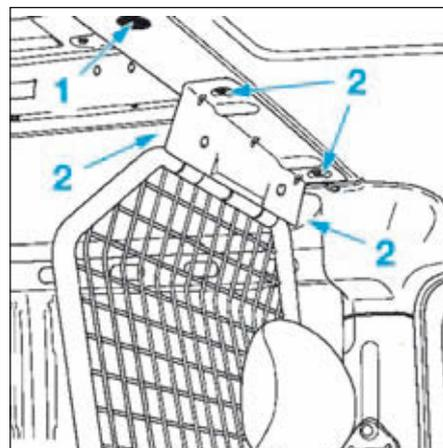

FIG.38
- les agrafes (1) (Fig.38) (sans cloison de cabine).
- les quatre vis et les deux écrous (2).